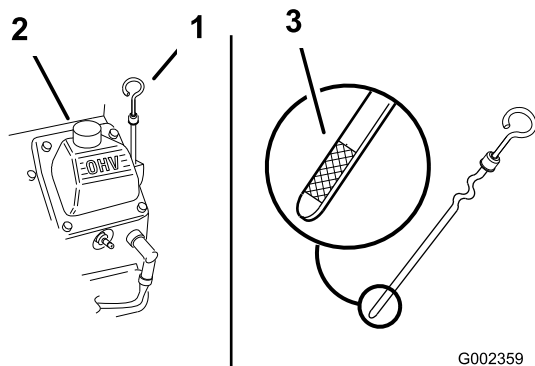

Figura 33
4. Limpie alrededor de la varilla de aceite (Figura 33) para impedir que caiga suciedad por el orificio de llenado y cause daños en el motor.
- Desenrosque la varilla de aceite y limpie el extremo (Figura 33).
- Deslice la varilla a fondo en el tubo de llenado, pero no la enrosque en el tubo (Figura 33).
- Vierta lentamente un 80% aproximadamente de la cantidad especificada de aceite por el tubo de llenado (Figura 33).